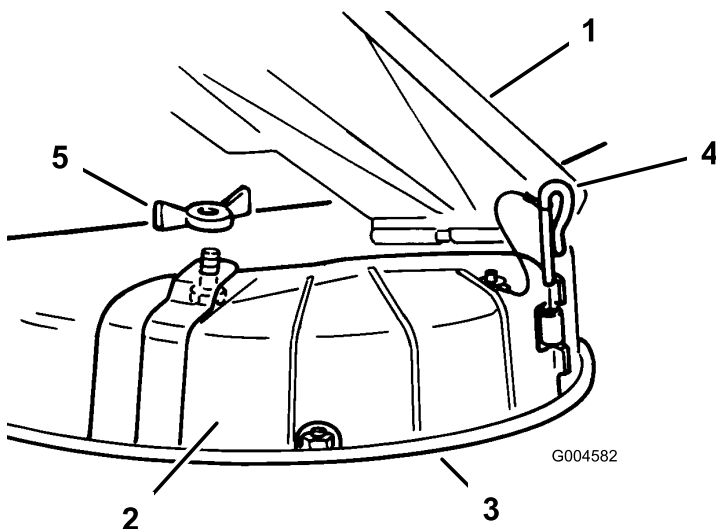

Figura 17
3. Alzate il deflettore dello sfalcio e montate il carter di scarico sopra l'apertura, sul bordo inferiore del tosaërba, ed inseritelo nella cerniera anteriore (Figura 17).
4. Inserite il perno d'incernieramento nella cerniera (Figura 17).
5. Fissate il coperchio dello scarico sul tosaërba con il dado ad alette (Figura 17).